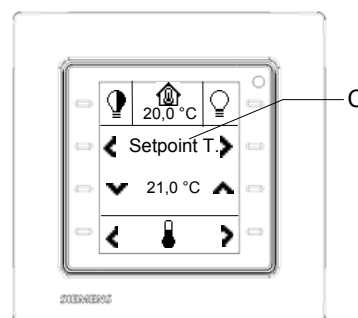

Bild: 34
Man kann zwischen Deutsch, Englisch, Französisch, Italienisch und Spanisch wählen. In dieser gewählten Sprache erfolgt die Darstellung der Systemeinstellungen (Helligkeit, Farbe, Time Out, Zeit, Datum, Bediensprache, Wochentage im Zeitschaltprogramm), der Einstellungen zum Raumtemperaturregler (Betriebsart, Solltemperatur (siehe Bild 34), Komfortverlängerung, Lüfterstufen) und die Einstellungen Administrator Modus, Auslieferungszustand, Programmiermodus.
Beispiel: Es wurde die Systemsprache Englisch gewählt. Wie im Bild 34 dargestellt, wird innerhalb der Funktionsgruppe „Raumtemperaturregler/Lüftersteuerung“ die Sollwerteneinstellung (C) in Englisch angezeigt.